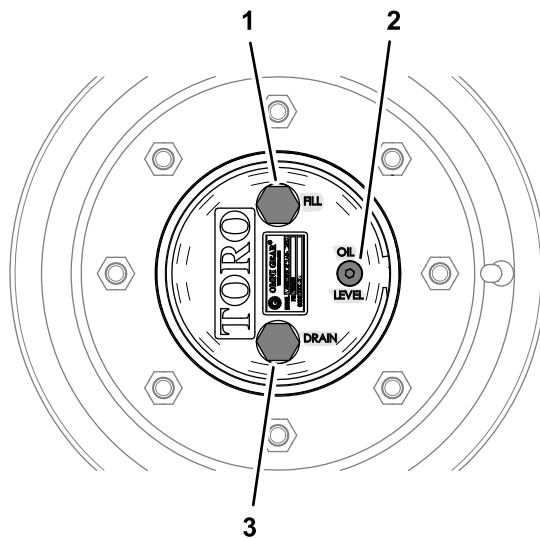

Figure 84
1. Amenez la machine sur une surface plane et horizontale, tournez une roue de sorte que le bouchon de remplissage soit en haut, à la position 12 heures, et le bouchon de vidange soit en bas, à la position 6 heures (Figure 84).
1. Amenez la machine sur une surface plane et horizontale, tournez une roue de sorte que le bouchon de remplissage soit en haut, à la position 12 heures, et le bouchon de vidange soit en bas, à la position 6 heures ; voir **Figure 84** sous **Contrôle du niveau d'huile du train planétaire** (page 72).